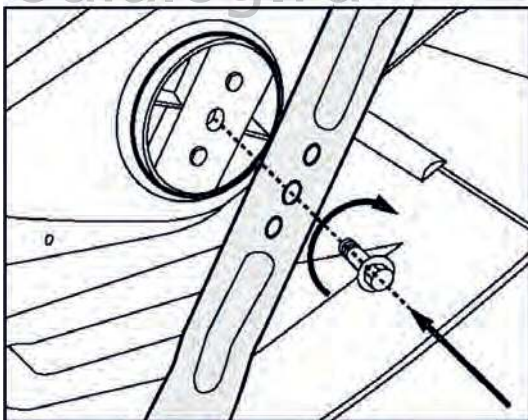

РИС.6
5. Закрепите новый нож болтом, подложив под него шайбу. Необходимо обратить внимание на то, чтобы нож был правильно ориентирован (рис. 6).